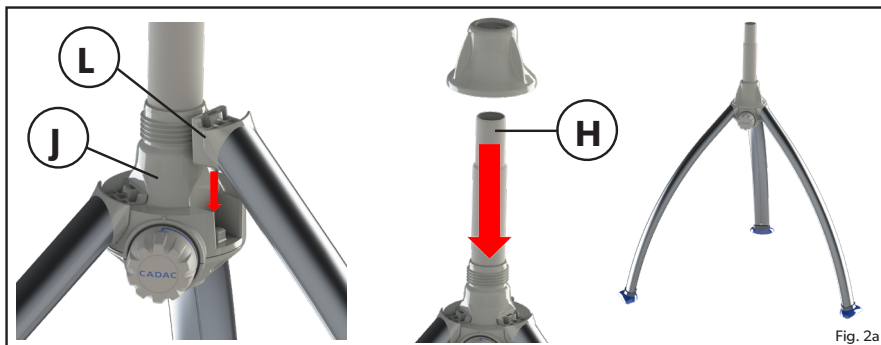

Fig. 2a
- Monteer het apparaat zoals getoond in Fig 2a en 2b.